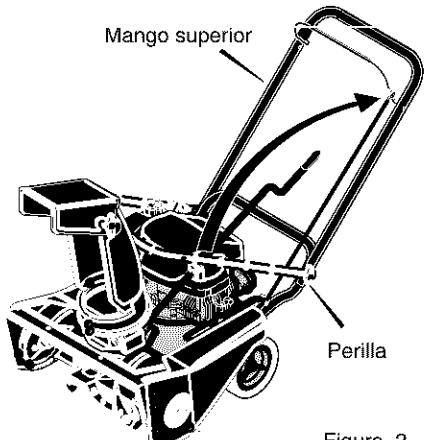

Figura 2
5. Afloje las perillas que sujetan el mango superior al mango inferior (vea la Figura 2). Levante el mango superior a la posición de operación. Apriete las perillas.